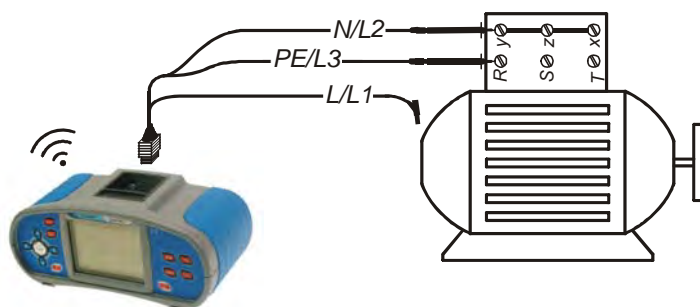

Abb. 5.8: Anschluss des Universalprüfkabels
- ❑ Schließen Sie die Prüfleitungen an die zu prüfende Anlage an (siehe Abb. 5.8).